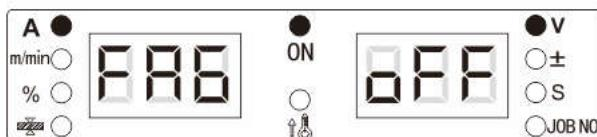

Рисунок 3-22. Отображение функции FA6 на цифровых дисплеях
- Поворотом регулятора панели управления установите выбор функции FA6 (см. Рисунок 3-22).